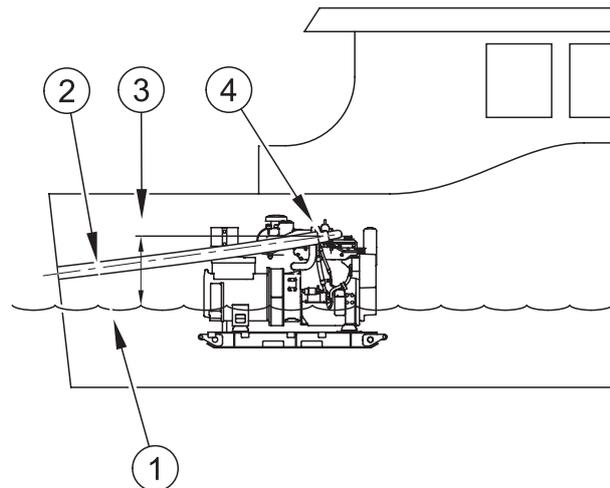

Abbildung 20
Eine allgemeine Anordnung für ein solches System ist in Abbildung 20 dargestellt. Oft geht der Abgasauslass durch den Heckspiegel, knapp über der Wasserlinie (1). Wir werden sehen, dass ein Mindestgefälle von 10° (2) erforderlich ist, und dass der Wassereinspritzpunkt mindestens 20 cm über der Wasserlinie (3) liegen muss; die tatsächliche für ein bestimmtes Boot erforderliche Höhe richtet sich aber nach dem konkreten Aufbau der Auspuffanlage und nach der Längs- und Querneigung, die in Betrieb auftreten kann.